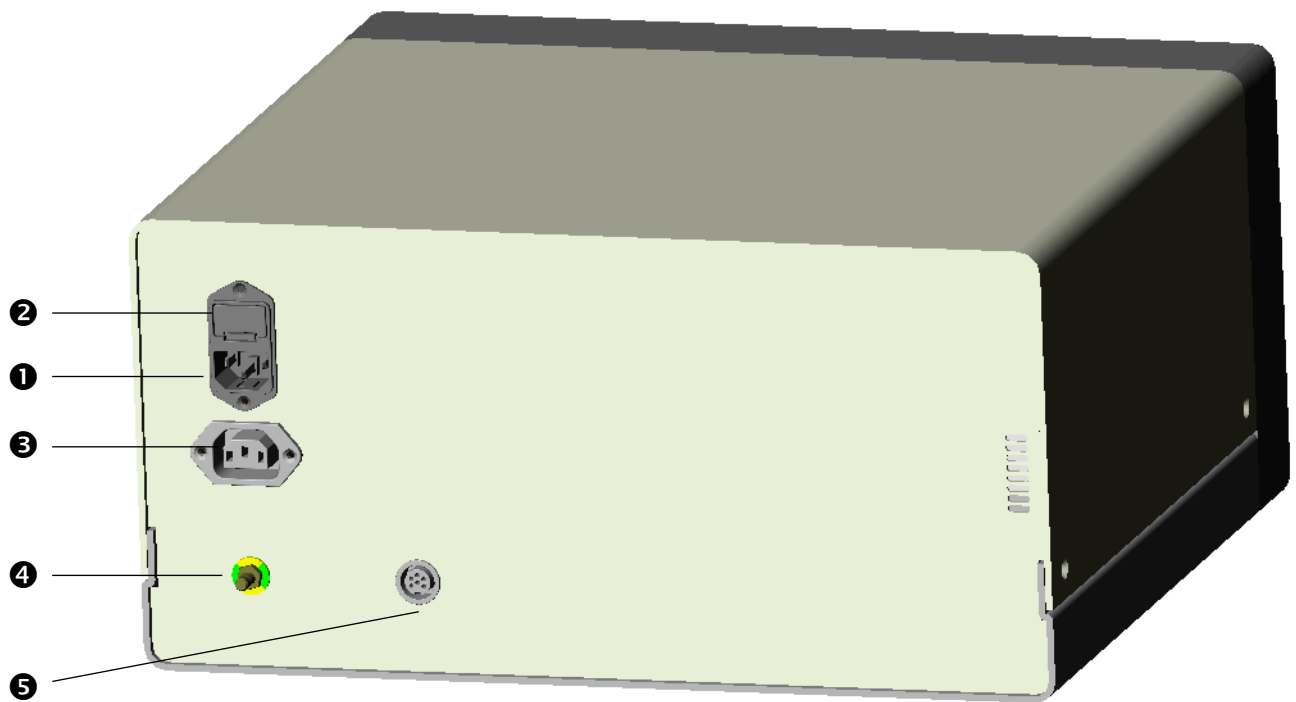

Bild 3. AtmoSafe Rückansicht
Dieser Kaltgerätestecker wird in die Hilfs-Netzsteckdose (❶, Bild 3) auf der Rückseite des AtmoSafe eingesteckt. Der AtmoSafe überwacht nun die Stromaufnahme des Chirurgiegerätes durch die interne ISA-Einrichtung (Internal Synchronous Activation) und realisiert so eine Auto-Aktivierung. Auto-Aktivierung bedeutet, dass die Absaugung zugeschaltet wird, sobald die thermisch chirurgische Funktion des Chirurgiegerätes (Cut, Coag,...) aktiviert wurde.
An der Hilfs-Netzsteckdose (❶, Bild 3) dürfen nur kompatible Geräte angeschlossen werden.
- Kontrollieren Sie, ob die Netzspannungsangaben auf der Sicherungsschublade (🔌, Bild 3, S.17) des Geräts mit den Werten des Versorgungsnetzes übereinstimmen und schließen Sie dann den AtmoSafe an das Netz an.